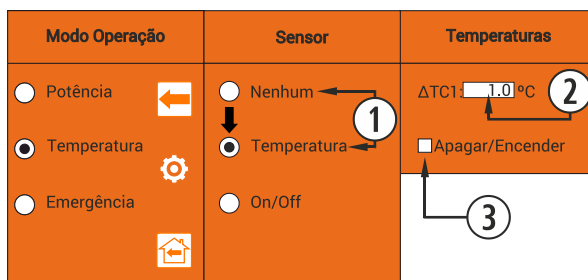

Figura 30
①	Usuário liga estufa manualmente.
②	Temperatura objetivo seleccionada no menu principal.
③	$\Delta TC1$ por padrão 1°C (ver figura 30).
④	Muda ao nível 1 (mínimo).
⑤	Muda ao nível 9 de funcionamento.
⑥	Usuário desliga estufa manualmente.